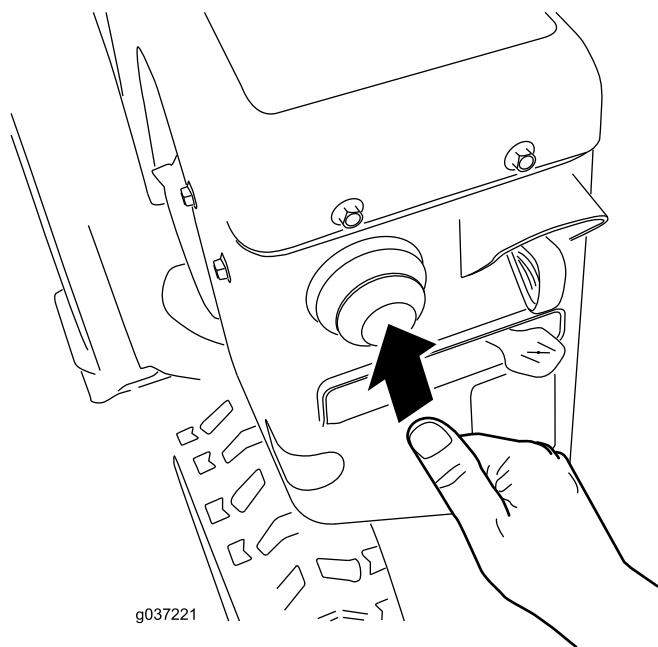

Figure 26
4. Appuyez fermement sur l'amorceur avec le pouce, comme indiqué dans le tableau ci-dessous, en marquant une pause d'une seconde avant de relâcher la pression (Figure 26).